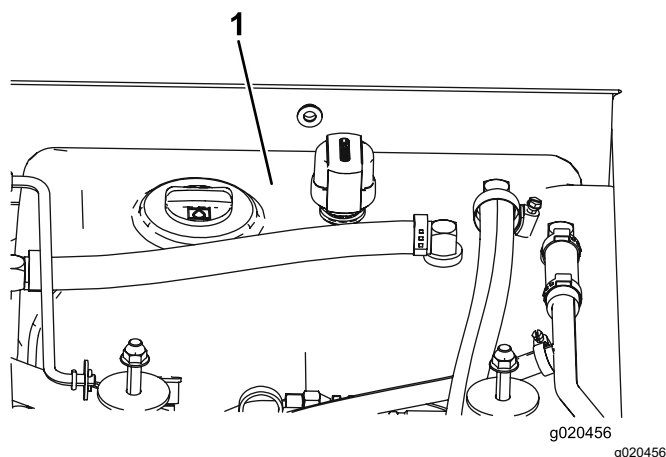

Bild 86
4. Füllen Sie den Hydraulikbehälter (Bild 86) mit Hydrauliköl, siehe Prüfen des Hydrauliköls \(Seite 80\).